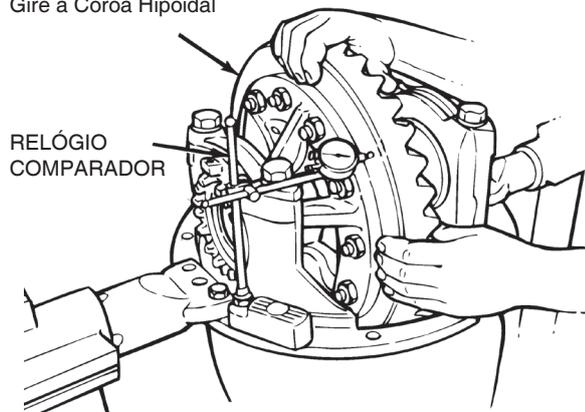

Figura 5.42
1. Fixe um relógio comparador no flange de montagem da caixa do diferencial. Figura 5.42.
2. Ajuste o relógio comparador de forma que o ponteiro fique contra a superfície traseira da coroa hipoidal. Figura 5.42. Ajuste o indicador do relógio comparador no ZERO.